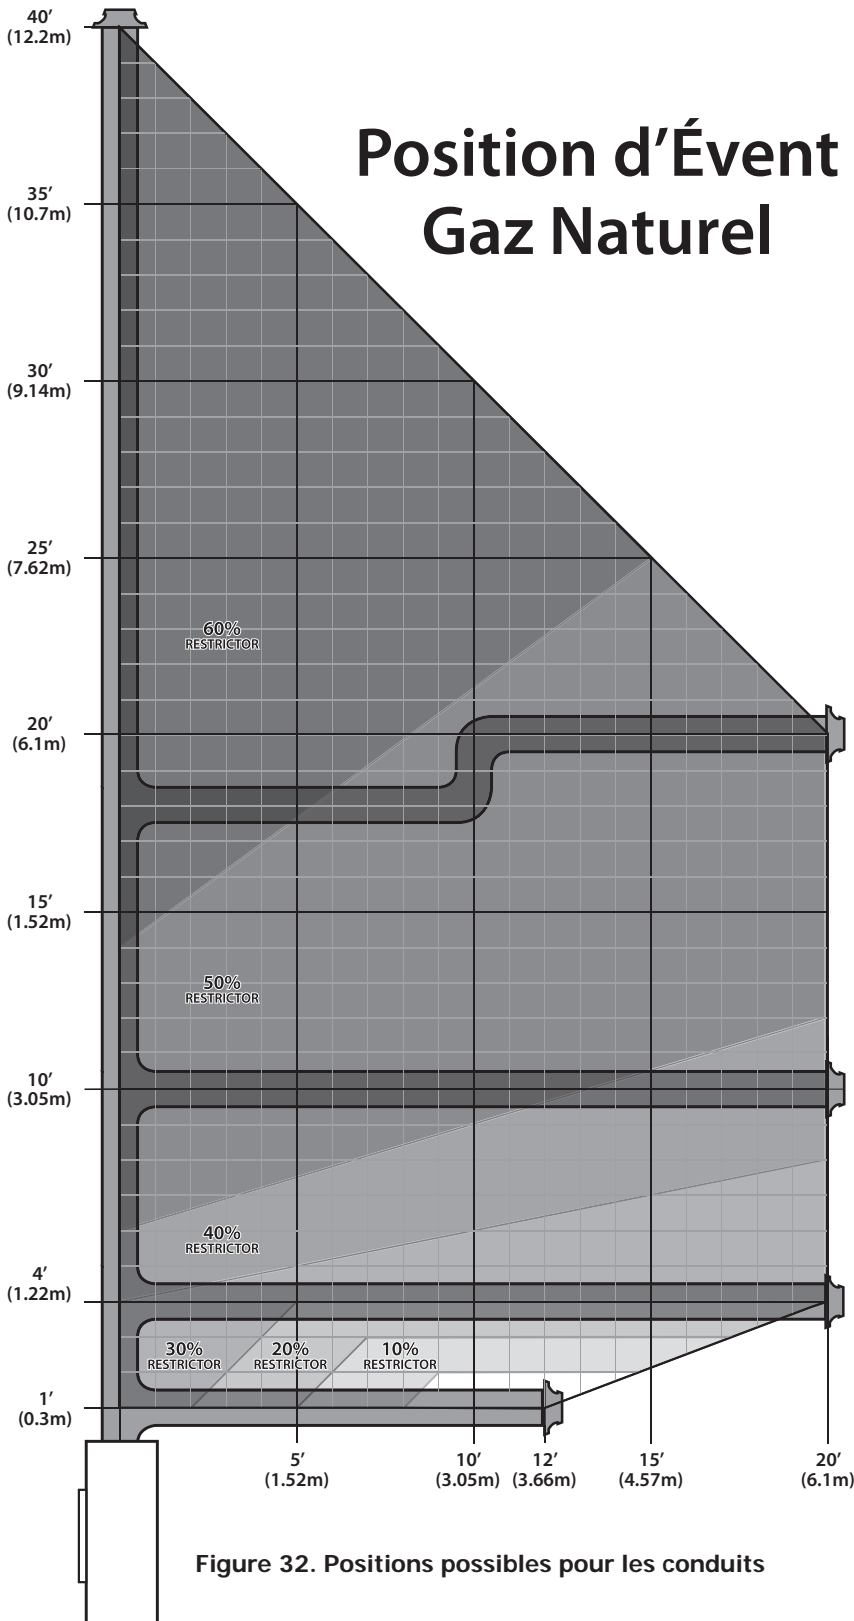

Figure 32. Positions possibles pour les conduits
La figure 32 montre la gamme d'options pour la configuration des conduits d'évacuation en utilisant soit des terminaisons horizontales, soit des terminaisons verticales ; toute configuration qui demeure dans la zone ombragée est acceptable. Avoir le moins de coudes possible est idéal car ils peuvent déranger le mouvement de l'air. La longueur totale de conduits horizontaux ne doit pas excéder 20 pi (6.1 m) et la longueur totale des conduits ne doit pas excéder 40 pi (12.2 m). Toute combinaison d'élévation et de longueur peut être utilisée à moins qu'elle tombe dans la zone ombragée (un total de deux (2) coudes de 90° ou quatre (4) coudes de 45° peuvent être utilisés. De plus, si un coude de 90° est utilisé à l'horizontal, 3 pi doivent être soustrait de la longueur totale (pour chaque coude de 45°, 1 1/2 pi (45.7 cm) doivent être soustrait.)
Lors de l'installation du C44, il peut être nécessaire d'ajouter un restricteur dans la boîte à combustion pour contrôler la combustion et l'apparence de la flamme. Le kit de réducteur d'échappement est inclus dans le sac de manuel, pour installer le restricteur d'échappement la porte de sécurité et porte en verre doivent être retirés, voir le chapitre Entretien et Réparation. Il existe six différentes tailles de restricteur, assurez-vous que vous installez la bonne taille. Voir Figure 32 et 33 pour les configurations d'évent et la restricteur correspondant. Il est cruciale d'installée la correcte restricteur pour un poêle efficace et flamme de bonne apparence. .